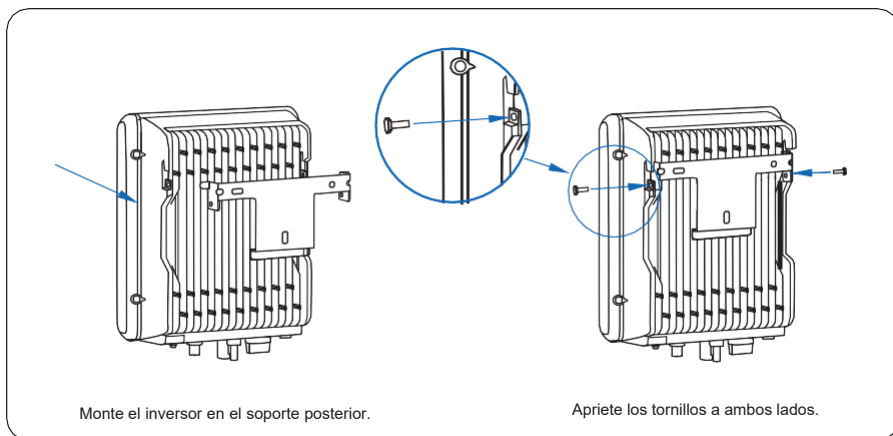

Figura 4.14 Fijación del inversor
Paso 2 Monte el inversor en el soporte posterior, manteniéndolos alineados, tal como se ilustra en la figura 4.14.
Paso 3 Apriete los dos tornillos hexagonales situados a ambos lados del inversor con un par de torsión de 1,2 Nm y 3 Nm respectivamente. Las especificaciones de los tornillos para 3K y 5K son M4 y M6, respectivamente, tal como muestra la figura 4.14.